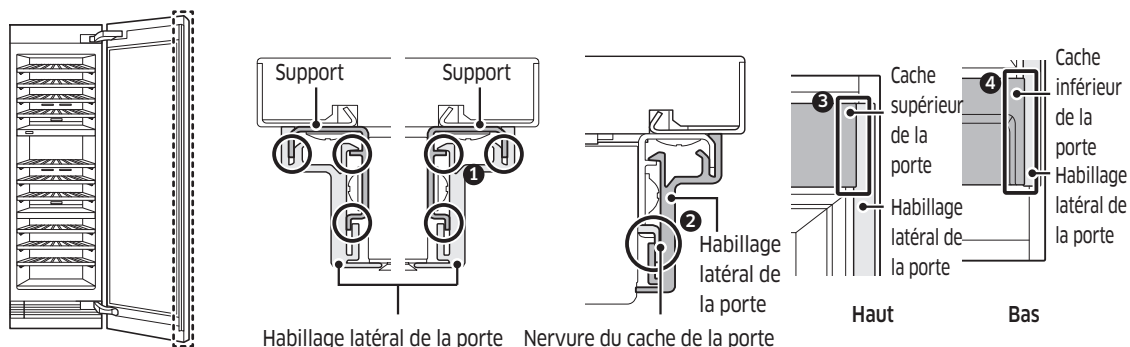

Figure 1
- Reportez-vous à la figure 1-① et installez l'habillage latéral de la porte sur le support. Assurez-vous que l'habillage est correctement mis en place.